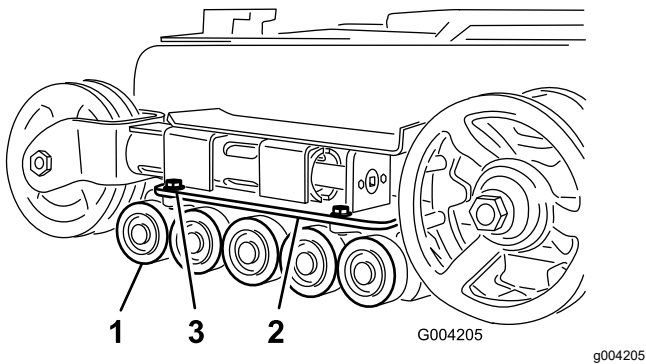

Figure 55
- Retirez les 4 boulons de fixation de chaque guide-chaîne inférieur qui contient les galets de roulement, et déposez-les (Figure 55).